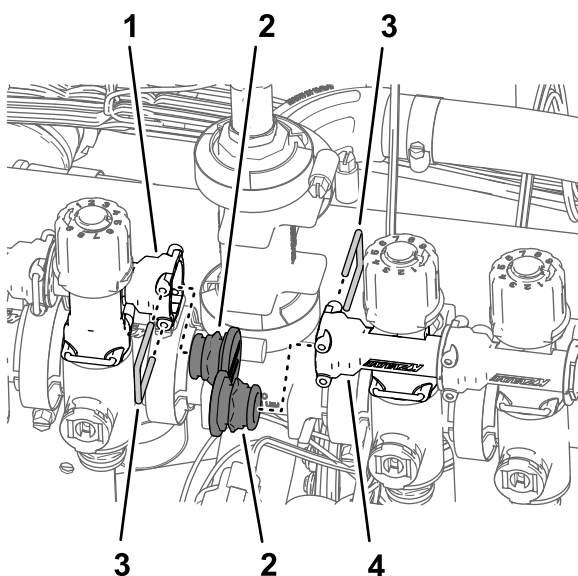

图100
3. 取下喷嘴阀 5 和 6 上快速断开接头槽内固定栓塞的卡环然后取出栓塞图100。